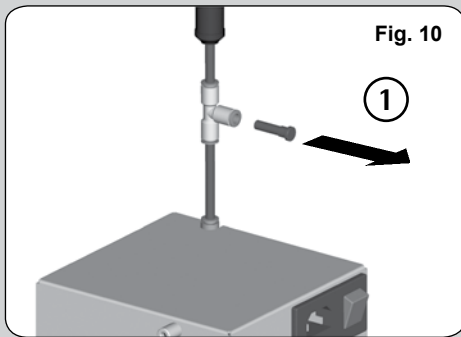

Fig. 10
- Para trabajar con la unidad auxiliar SVE680 conectar siguiendo el mismo procedimiento del SVE600 (Fig. 10, 11, 12).
- To work with the SVE680 unit connect it following the same steps than with the SVE600 (Fig. 10, 11, 12).
- Pour travailler avec l'unité SVE680 connecter l'unité comme le SVE600 (Fig. 10, 11, 12).
- Um mit dem Zusatzmodul SVE680 zu arbeiten, schliessen Sie es genauso wie das SVE600 an (s. Abb. 10, 11, 12).
- Per lavorare con l'unità ausiliaria SVE680, collegare seguendo la stessa procedura di SVE600 (Fig. 10, 11, 12).
- Para trabalhar com a unidade auxiliar SVE680, conecte-se seguindo o mesmo procedimento que o SVE600 (Fig. 10, 11, 12).
- Для работы с устройством SVE680 подсоедините его, выполняя те же шаги, что и для SVE600 (Рис. 10, 11, 12).
- W celu pracy z jednostką pomocniczą SVE680 należy postępować według tych samych wskazówek jak w przypadku SVE600 (rys. 10, 11, 12).